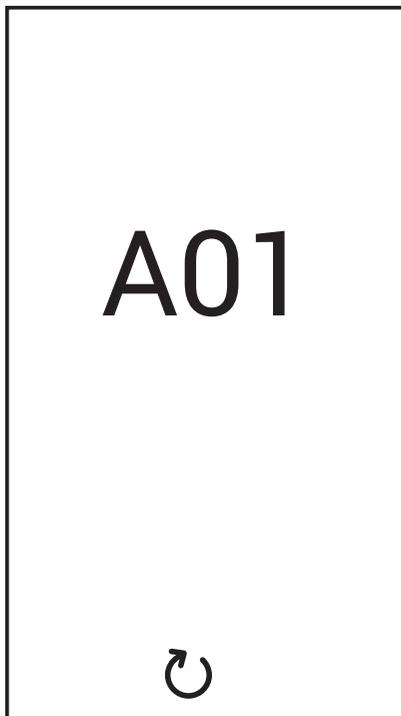

Рис. 5
**Неисправность типа А** (рис. 5): для сброса этой неисправности требуется нажать кнопку  примерно на 2 секунды. А затем подтвердить нажатием на кнопку .